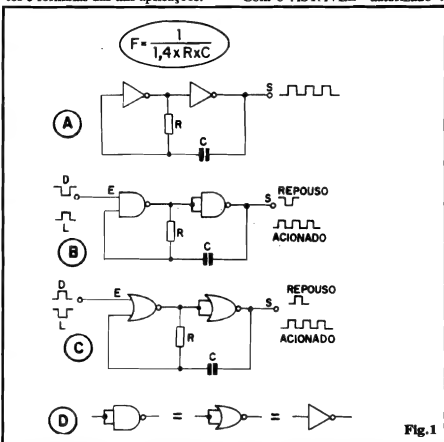

Fig.1
- FIG. 1-A - Estrutura básica do ASTÁVEL baseado em dois simples inversores. O arranjo é do tipo **free running** ou seja: uma vez energizado, oscilará indefinidamente, na Frequência determinada por R-C, até que a alimentação seja desligada...
- FIG. 1-B - Estrutura do ASTÁVEL "gatilhado", com dois **gates NAND** ("não e" ou NE). Para que ocorra o funcionamento é necessário que a Entrada de Disparo "E" receba um nível digital "alto". Para desligar o ASTÁVEL, a Entrada "E" deve receber nível digital "baixo". Em repouso (circuito alimentado, mas ASTÁVEL "não autorizado") a Saída "S" mostrará nível digital "baixo". Com o ASTÁVEL "autorizado".
- FIG. 1-C - Outra estrutura muito conhecida, de ASTÁVEL "gatilhado", agora implementado com dois **gates NOR** ("não ou" ou NOU...). Para "ligar" o ASTÁVEL, precisamos aplicar à Entrada "E" um nível digital "baixo". Para inibir a oscilação, deve ser aplicado um nível digital "alto" à dita Entrada "E"... A condição de repouso (ASTÁVEL "desligado", mas circuito com a alimentação aplicada...) da Sáfda "S" mostra um nível "alto", enquanto que - autorizado - o ASTÁVEL apresentará na Sáfda "S" um "trem" de pulsos com Frequência dependente de R-C...
- FIG. 1-D - Notar que com dois **gates NAND** ou dois **gates NOR** também pode ser feito um ASTÁVEL do tipo **free running**, como o mostrado na fig. 1-A... Basta unir-se as Entradas individuais de cada **gate**, "transformando-os", eletricamente, em simples inversores...
Em qualquer dos arranjos mostrados na fig. 1, a Frequência de oscilação do clock (ASTÁVEL) é determinada pelos valores de R e C, conforme cálculos que mostraremos mais adiante...